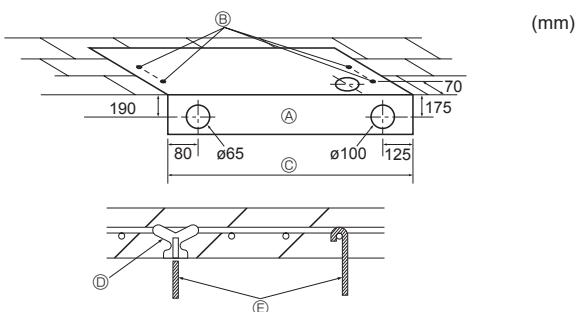

Fig. 3-3
3.2.3. Seleção dos parafusos de suspensão e das posições da tubagem (Fig. 3-3)